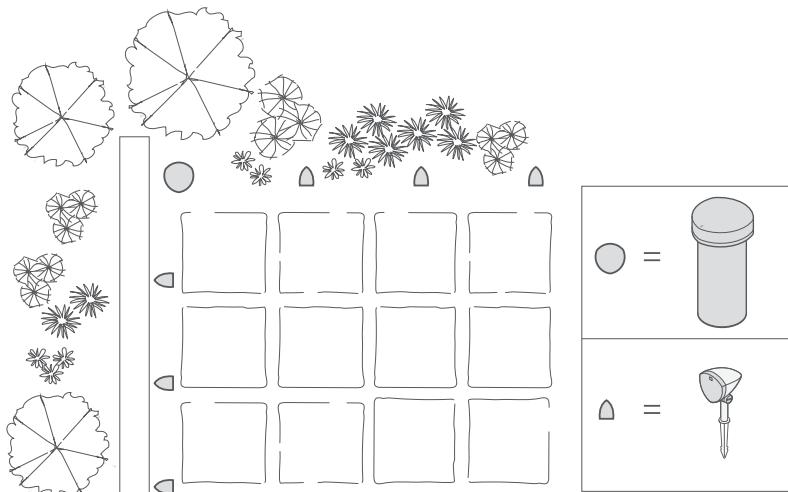

Figura 1
- Coloque el subwoofer lo más cerca posible del centro de los satélites para lograr un equilibrio de frecuencia óptimo entre el subwoofer y los satélites (consulte el diseño de ejemplo en la figura 1).